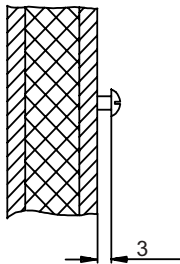

Рис. 3.2
2. В верхнее среднее отверстие вкрутите один из шурупов по дереву. На этот шуруп подвешивается прибор управления. Для этого шуруп должен выступать примерно на 3 мм (Рис. 3.2).